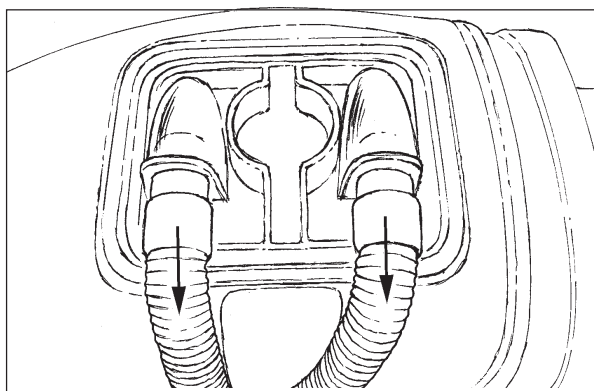

Figure 7
3. Déconnectez les flexibles du couvercle de récupération (Voir Figure 7.)